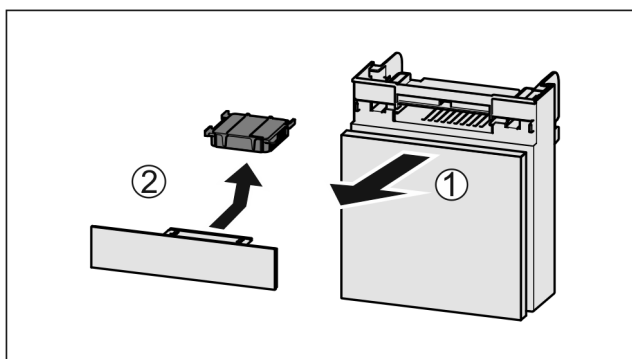

Fig. 45
- ▶ Estrarre il vano tirando in avanti Fig. 45 (1).
- ▶ Rimuovere il filtro a carboni attivi Fig. 45 (2).